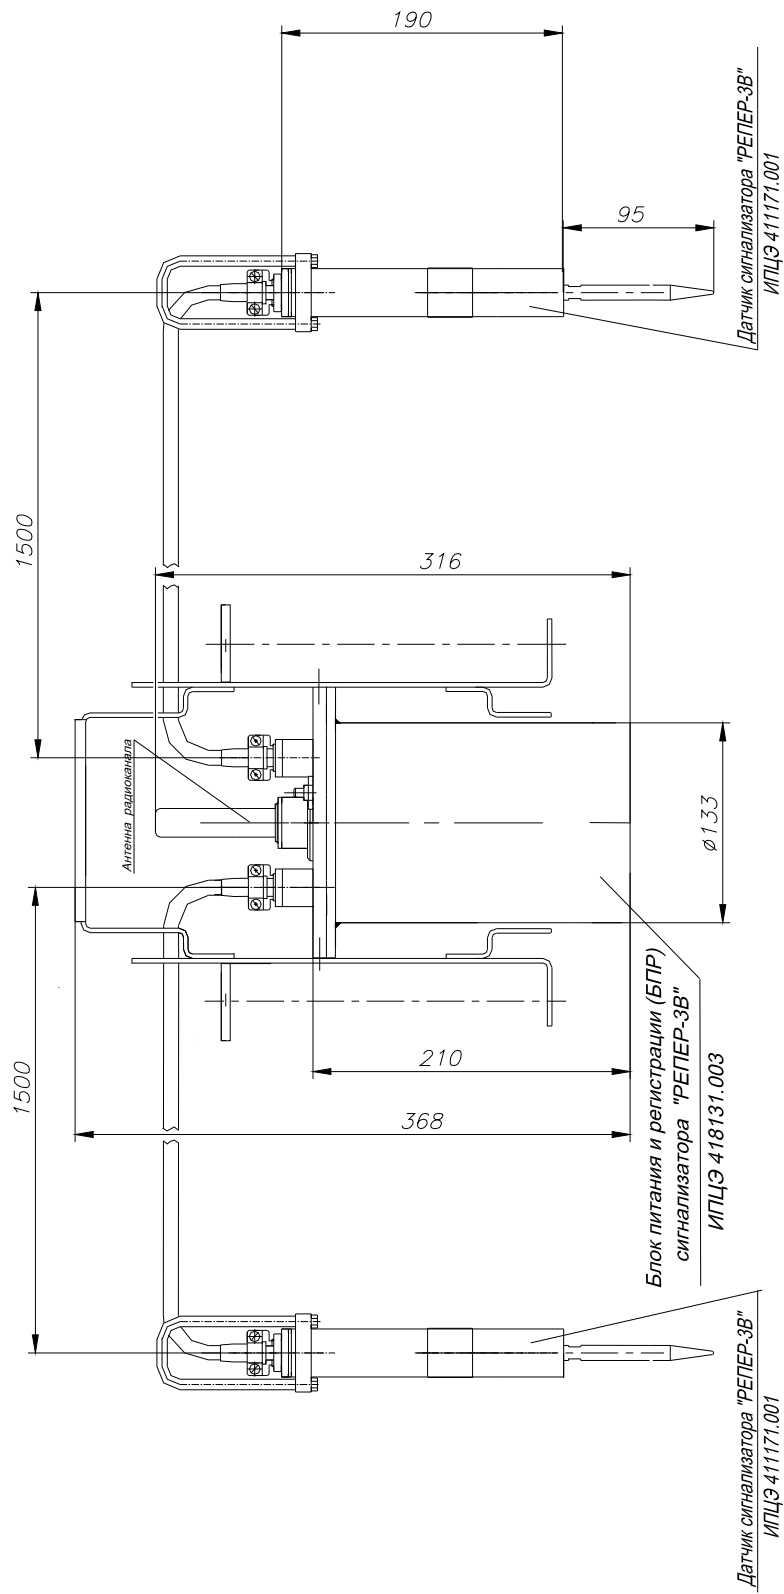

Рисунок 3.
1.5.1 Сигнализатор «Репер-3В» состоит из двух блоков датчиков, соединённых кабелем с блоком питания и регистрации. Габаритный чертеж сигнализатора приведен на Рис.3.